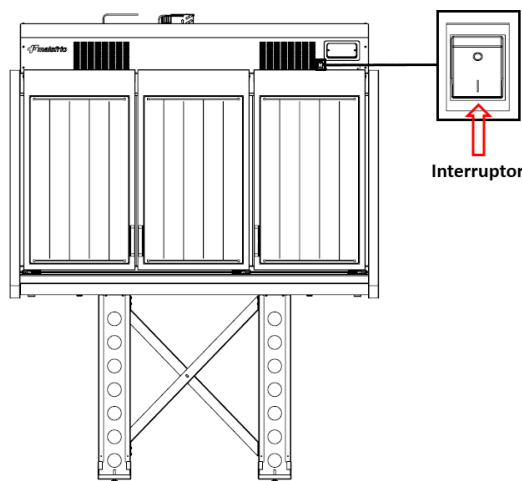

Figura 1: Localização do interruptor iluminação
- 1 - A iluminação interna pode ser ligada ou desligada através de um interruptor localizado na região superior direito do expositor, ao lado do controlador eletrônico, conforme figura 1.